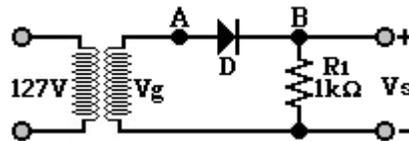

Figura 3.1
1. Utilizando una terminal del transformador y el **TAP central**, arme el circuito de la figura 3.1.
4. Con el multímetro en CD mida el nivel de V_s . Retire la resistencia de carga R_1 del circuito de la figura 3.1 y mida nuevamente el nivel V_s .